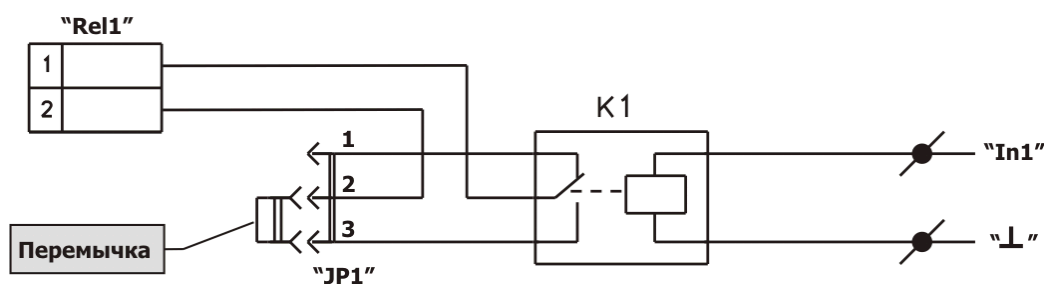

Рис. 1 Функциональная схема одного (первого) реле БР4-4
1.4 Функциональная схема одного из реле БР приведена на рис. 1.